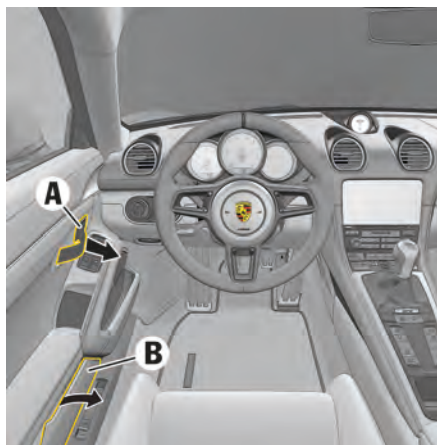

図 87：ドアの収納ボックス
- ▶ リッド **B**(図 87) を持ち上げてください。